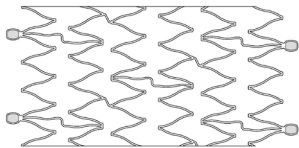

Figura 2 - Stent in nitinol
- c) Quite el bloqueo de transporte (Figura 2).
• Uno stent impiantabile autoespandibile in lega di nichel-titanio (nitinol), come mostrato in Figura 2. Lo stent è flessibile grazie a una sottile protesi di maglia tubolare, a disegno elicoidale, che raggiunge il suo diametro espanso al momento dell'apertura nel vaso di destinazione. All'apertura lo stent impartisce una forza radiale verso l'esterno sulla superficie luminale del vaso in modo da fornire pervietà.